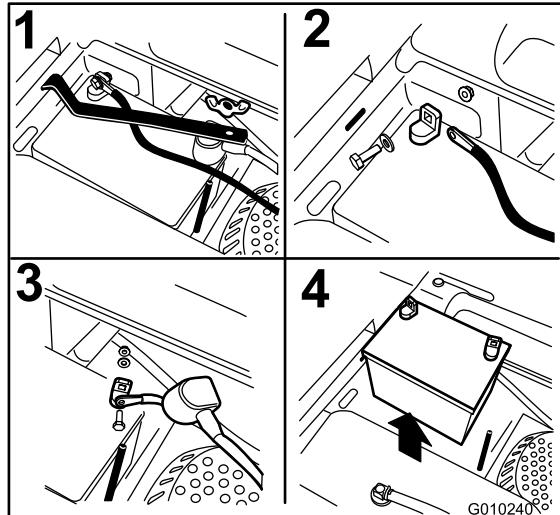

Figure 42
3. Retirez l'écrou à oreilles qui fixe la barrette de maintien de la batterie (Figure 42).
4. Commencez par débrancher le câble négatif (noir) de la borne négative (-) (noire) de la batterie (Figure 42).
5. Enlevez le capuchon rouge de la borne positive (rouge) de la batterie et débranchez le câble positif (+)(rouge) (Figure 42).
6. Déposez la barrette (Figure 42).
1. Placez la batterie dans son support en tournant les bornes à l'opposé du réservoir hydraulique (Figure 42).
4. Fixez les câbles avec 2 boulons, 2 rondelles et 2 contre-écrous (Figure 42).
6. Reposez la barrette et fixez-la avec l'écrou à oreilles (Figure 42).